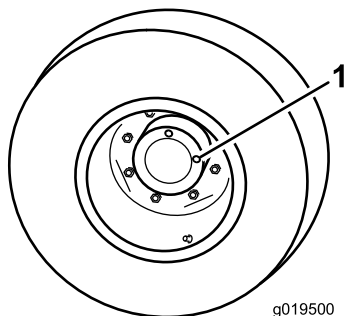

Figura 85
1. Com a máquina numa superfície plana, posicione a roda de forma a que 1 tampão de verificação (Figura 85) fique na posição das 12 horas e o outro na das 3 horas.
2. Retire o tampão da posição das 3 horas (Figura 85). O óleo deve ficar ao nível do fundo do orifício do tampão de verificação.